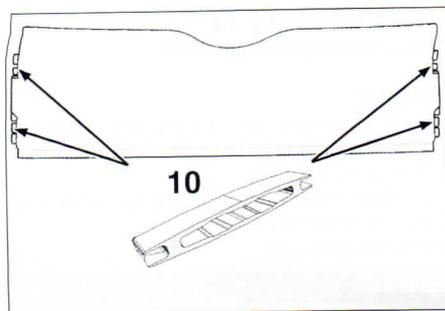

FIG. 71
- antes del montaje de las trampillas, asegurarse de la presencia y del buen estado de los patines de guía (10) (fig. 71)
- comprobar el posicionado correcto de los cables (9).